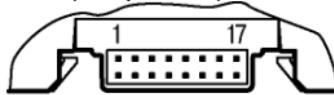

Рисунок 6.1
6.1.1 Перед установкой необходимо проверить, что соединитель вставлен в модуль (см. рис. 6.1); а также защелки, фиксирующие модуль на DIN рейке, закрыты. Запрещается монтаж модуля с предварительно подключенными к входным цепям проводами.